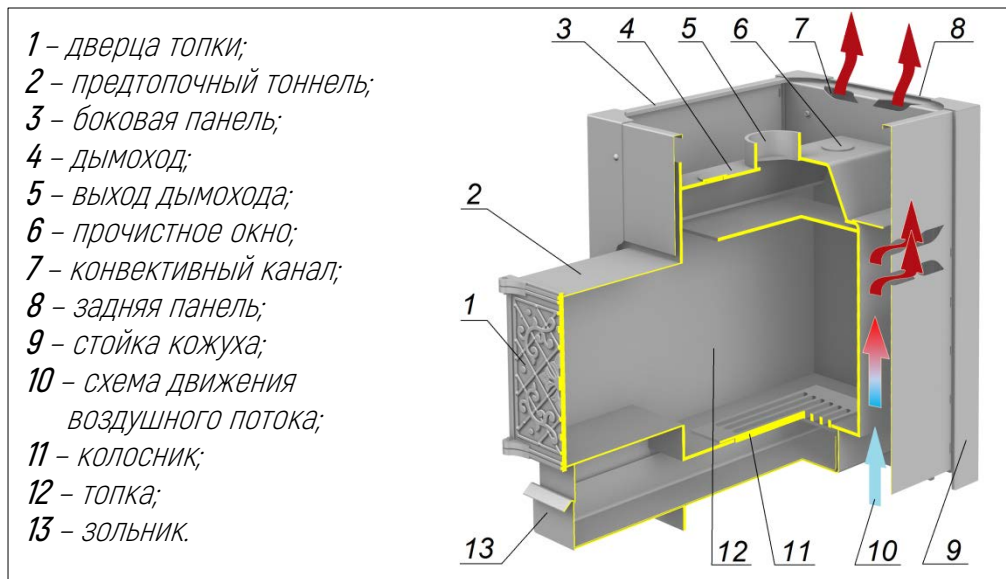

Рисунок 1. Устройство печи Парабель-14К, -18К.
- 4.4.** Ограждающий кожух печи - сборный, состоит из малых и больших секций (панелей), скрепленных между собой стойками (см. рис.1).